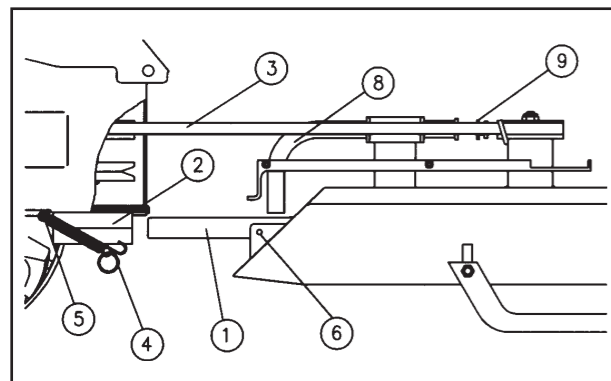
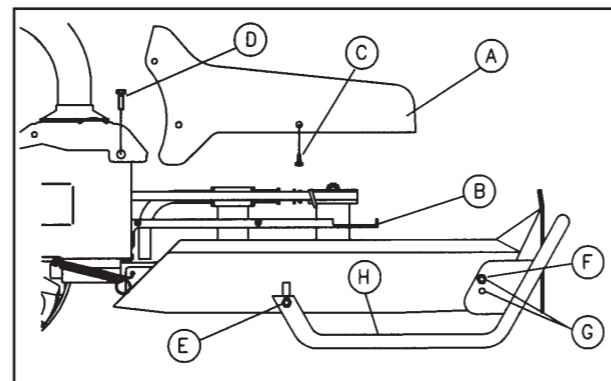

Fig. 1
Fig. 2
ANBAU DES SICHELMÄHWERKS (MULCHGERÄT): BILD 1 - Die Maschine mit stillstehendem Motor in waagrechte Position bringen. Den Tragzapfen des Sichelmähers (1) zur Hälfte in das Tragrohr (2) der Maschine einschieben. Danach den Antriebskeilriemen (3) auf die Keilriemenscheibe der Maschine aufziehen. Dabei wird der Tragzapfen in die richtige Position bis zum Anschlag der Maschine gebracht. Die Rückholfeder (4) in die Fanghaken (5) der Maschine bringen. Danach die Rückholfeder spannen und die enden (Haken) in Bohrung (6) einhaken!
BILD 2 - Die Schutz- und Abdeckhaube (A) wird mit 5 Stück Schrauben (C) an den Träger (B) montiert. Danach die 2 Stück Schrauben (D) an der Maschine demontieren und zusammen mit der Schutzhaube wieder montieren.
MONTAGGIO DEL FALCIATUTTO: FIG. 1 - A motore fermo e con la macchina in posizione orizzontale, inserire per metà il perno del tosaerba (1) nella sede dell'attacco rapido (2). Montare la cinghia (3) e portare a fine corsa il perno; inserire le molle (4) nei rispettivi ganci (5) e successivamente nei fori (6). FIG. 2 - Fissare il coperchio in polipropilene (A) al supporto inferiore (B) tramite le 5 viti autofilettanti (C), quindi togliere le 2 viti (D) del motocoltivatore per fissarle al coperchio.
ASSEMBLING OF THE GRASSLAND MOWER: FIG. 1 - At engine off and with the machine in horizontal position, connect half-pivot of the grassland mower (1) in the couple of the quick connection (2). Assemble the belt (3) and connect the whole pivot; connect the springs (4) in the respective hooks (5) and then in the holes (6). FIG. 2 - Fix the cover in polypropylene (A) to the cover support (B) through the 5 screw auto-cutting (C), so remove the 2 screw (D) of the motor-cultivator to fix them to the cover.
MONTAGE DE LA DEBROUSSAILLEUSE: FIG. 1 - Le moteur étant arrêté et la machine en position horizontale, introduire jusqu'à moitié l'axe (1) de la débroussailleuse dans l'emplacement de l'attelage rapide (2). Monter la courroie (3) en portant l'axe de guidage en fin de course; fixer les ressorts (4) dans les crochets respectifs (5) puis dans les trous (6). FIG. 2 - Monter le capot en polypropylène (A) au support inférieur (B) par les 5 vis filetées (C), puis enlever les 2 vis (D) de la machine pour les fixer au capot.